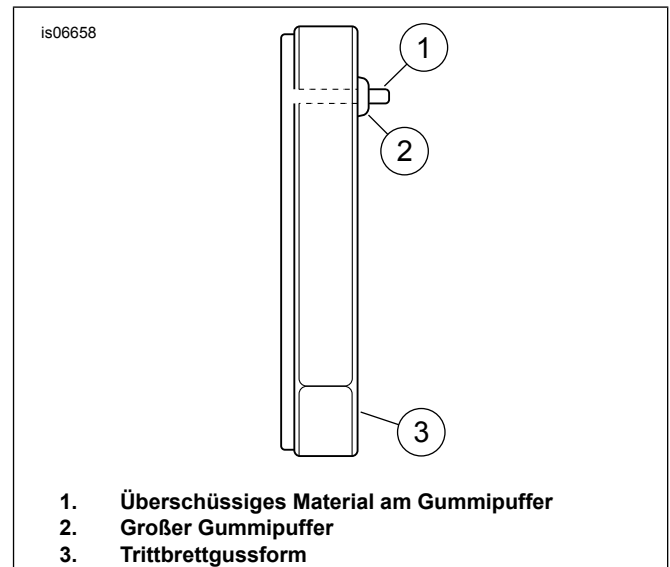

Abbildung 4. Gummipuffer ausbauen
4. Siehe Abbildung 4. Das eventuell vorhandene überschüssige Material (1) mit einem Messer oder einer Schneidezange aus den Gummipuffern (2) entfernen, das aus den Gussteilen des Trittbretts (3) ragt.